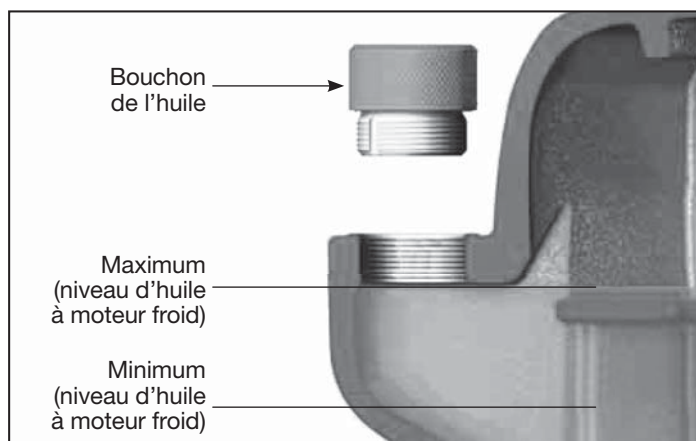

Figure 7 - Niveau d'huile
Avant de faire fonctionner le compresseur, vérifier le niveau d'huile (voir Figure 7).
### VÉRIFICATION DU NIVEAU D'HUILE (Voir la Figure 7)
5. Si nécessaire, faire déborder l'huile du même type et de la même marque jusqu'au niveau maximum (voir la figure 7 et la section sur la lubrification).
1. Vérifier le niveau d'huile (voir la Figure 7).